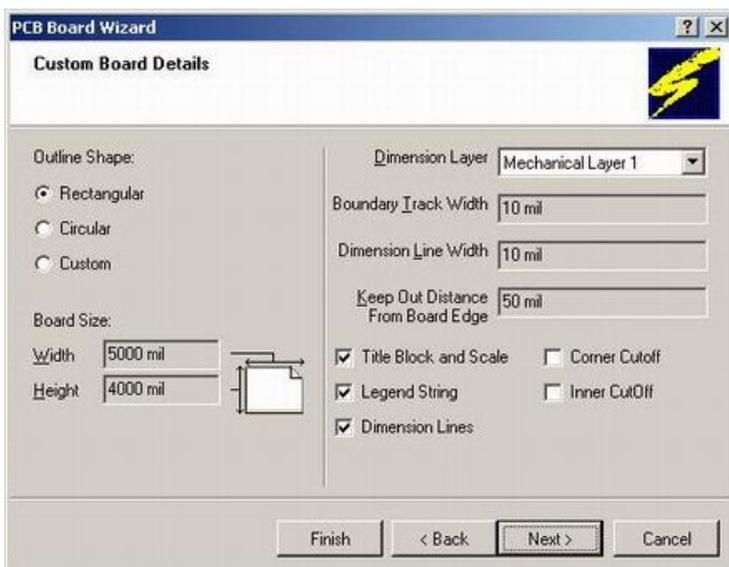

Рис. 6. Задание размеров печатной платы
4. Появится окно, в котором требуется задать форму и размеры будущей платы (рис. 6). В левой части окна в списке *Outline Shape* строка *Rectangular* означает, что плата прямоугольная, а текстовые поля *Width* и *Height* – ширина и высота, например 50 mm. В правой части задаются толщина линий прорисовки границы платы (*Boundary Track Width*) и размеры (*Dimension Line Width*) – 0,1 mm, и отступ от края платы (*Keepout Distance From Board Edge*) – 2 mm. Следует выключить опции *Title Block & Scale*, *Legend String* и *Dimension Lines*, после чего нажать кнопку *Next*.